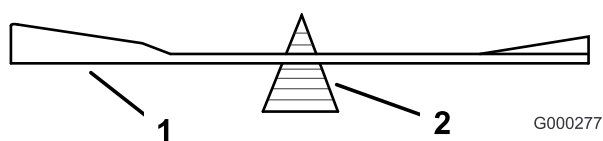

Figura 52
2. Verifique el equilibrio de la cuchilla colocándola sobre un equilibrador de cuchillas (Figura 52). Si la cuchilla se mantiene horizontal, está equilibrada y puede utilizarse. Si la cuchilla no está equilibrada, rebaje algo el metal en la parte de la vela solamente
(Figura 52). Repita este procedimiento hasta que la cuchilla esté equilibrada.